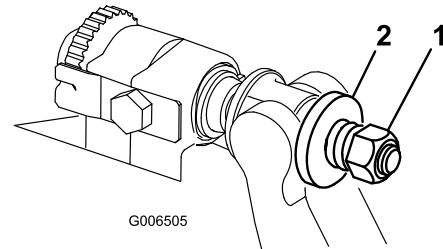

图32
4. 均匀旋紧两侧的锁紧螺母，直至用手无法再旋动外侧钢垫圈。然后旋松锁紧螺母，直至刚刚可以用手旋动外部钢垫圈，但底刀架不再轴向串动（图32）。
10. 旋紧每个底刀架调节器总成上的螺母，直到加压弹簧完全压缩，然后往回松开 $1/2$ 圈（图32）。